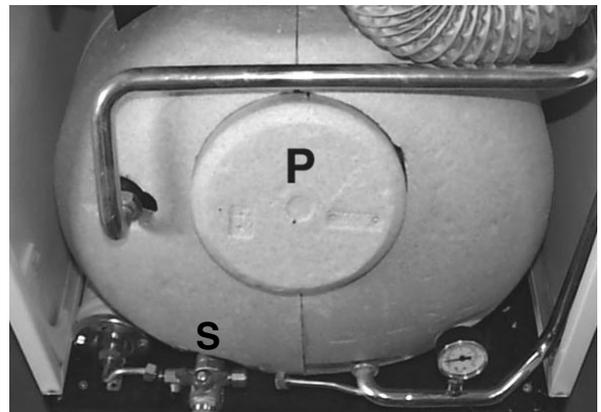

fig. 14.3-1
- scaricare il bollitore utilizzando il rubinetto di scarico **S** e togliere il coperchio **P** (fig. 14.3-1)